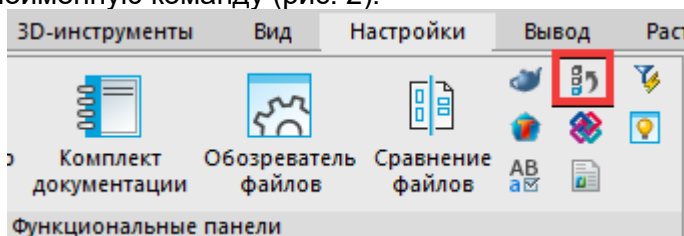

Рис. 2. Вызов панели *История 3D Построений*
1.2. Вызовите панель *История 3D построений*. Для этого перейдите на вкладку *Настройки* и активируйте одноименную команду (рис. 2).